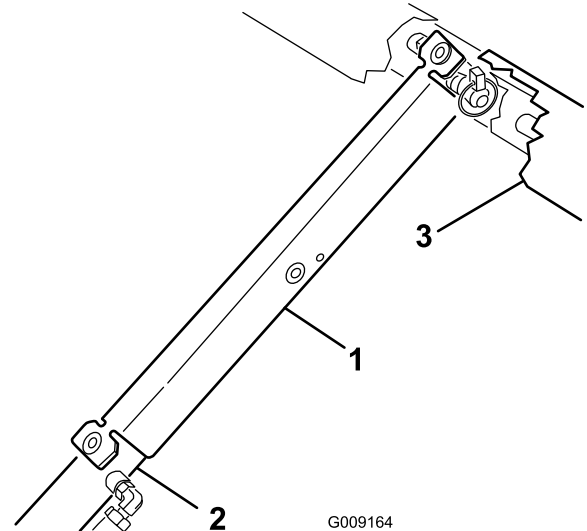

図 2
1. シリンダロッドに取り付けていたサポートを外す 図 2 「キットの取り付け準備を行う」を参照。